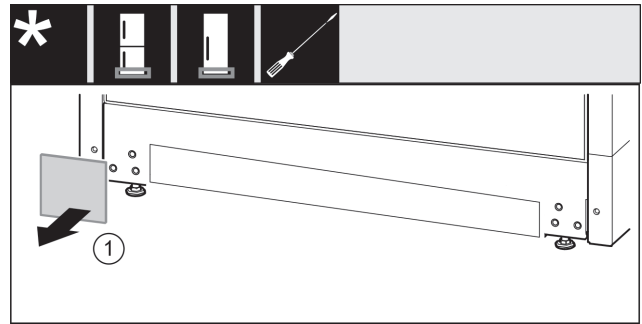

Fig. 15
- ▶ Snemite oblogo. *Fig. 15 (1)*